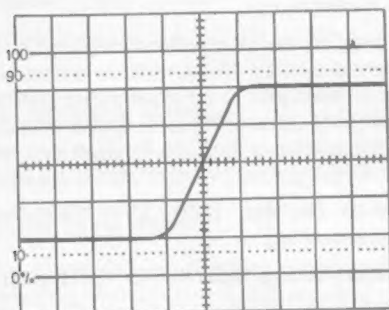

Abb. 6.3
- 6.2.22. Drehen Sie den Feineinsteller (38) bis sich das gedehnte Signal in der Mitte des Schirms befindet (s. Abb. 6.3).